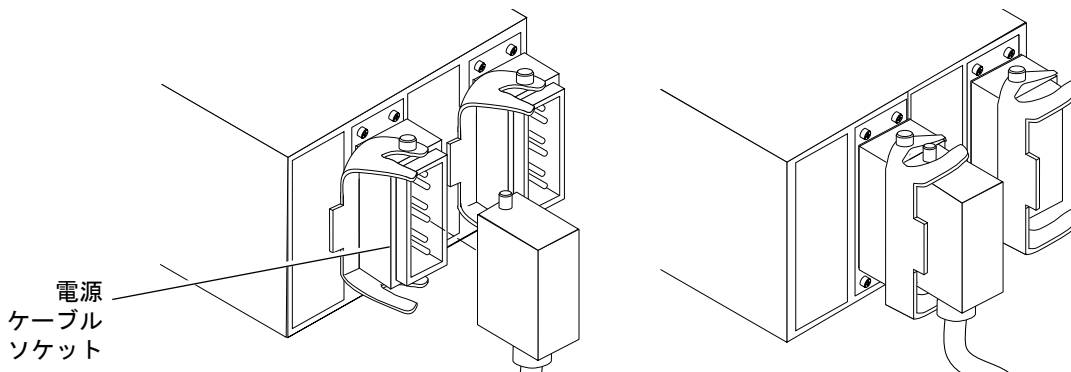

図 2-10 RTS モジュールへの電源ケーブルの接続
7. 電源ケーブルを RTS モジュールに接続し、ロックレバーを使用してコネクタをロックします (図 2-10)。